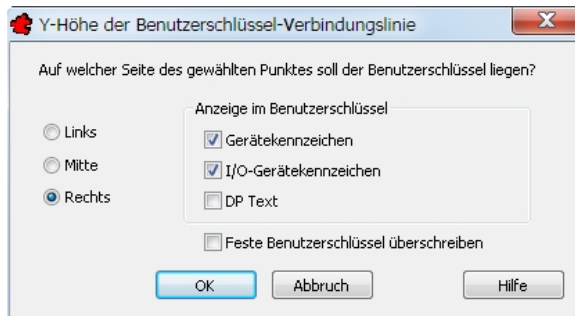

Bild 24.48 – Position und Zusatzinformationen des Benutzerschlüssels
- Im Dialogfenster *Y-Höhe der Benutzerschlüssel-Verbindungsline* definieren Sie, wie und mit welchen zusätzlichen Informationen der Benutzerschlüssel eingefügt werden soll (Abb. 24.48).